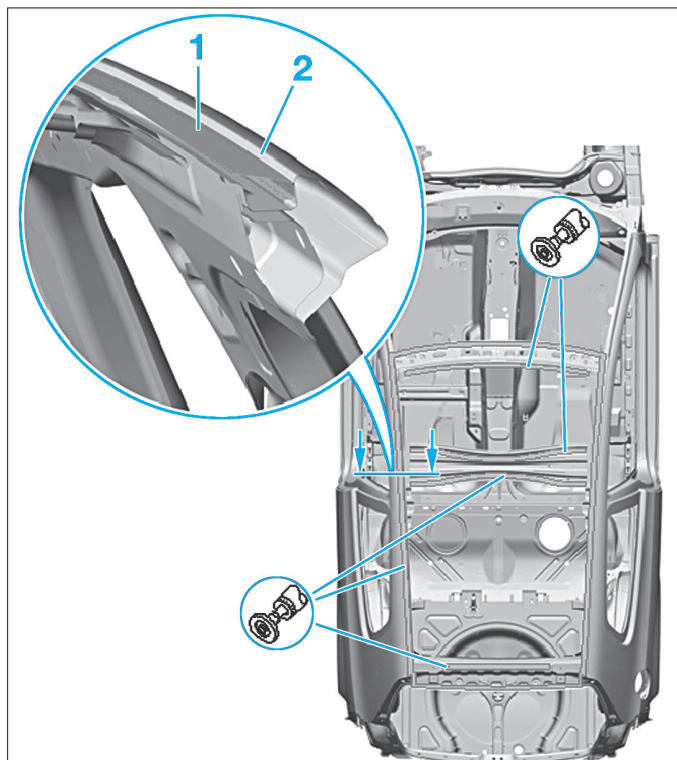

FIG. 106
• Préparer les zones d'accostage, éliminer entièrement les restes de colle et poncer à nu les surfaces de collage (Fig.106).